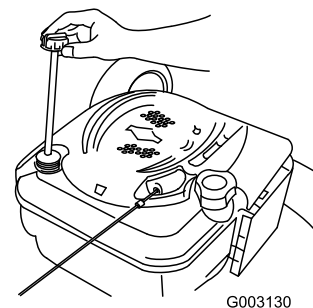

Figura 34
6. Rimuovete l'asta di livello dal tubo di riempimento dell'olio (Figura 34).